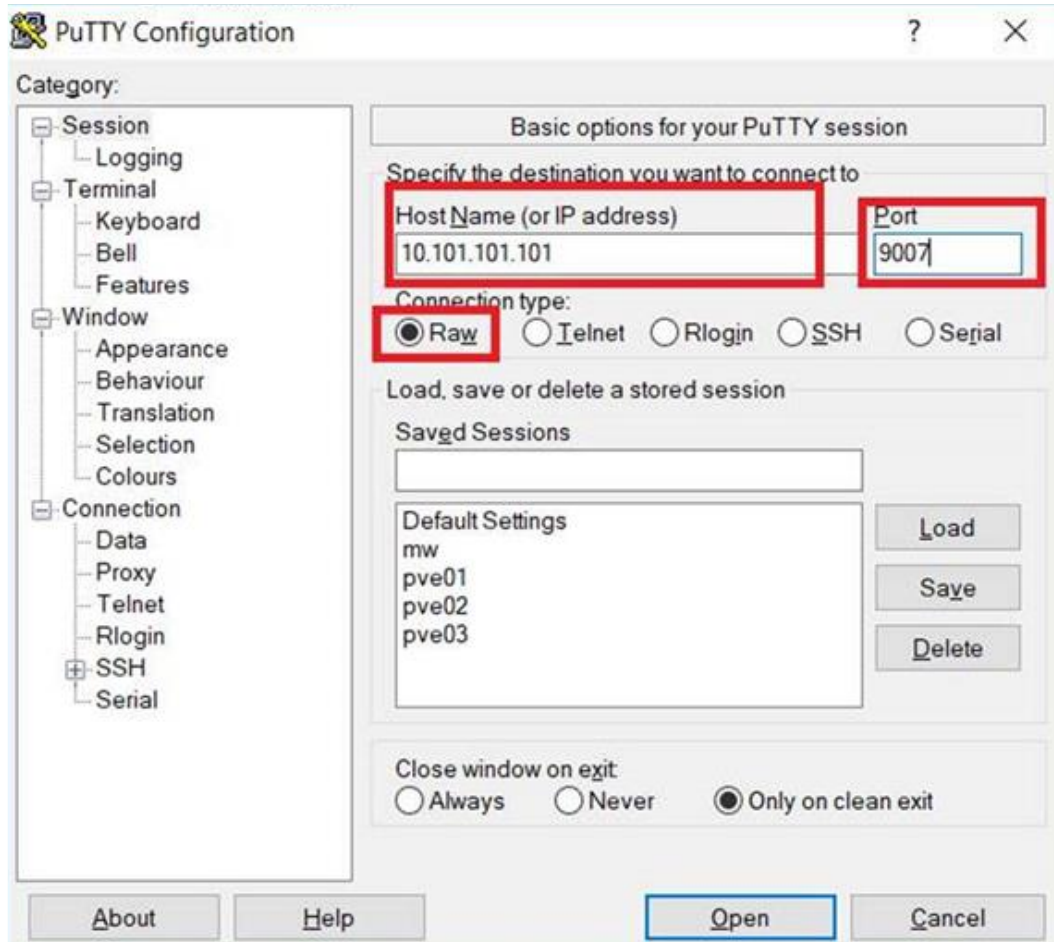

図 9-2 プログラムビュー 1
2. プログラムに次のデータを入力します(次の図 9-2 を参照):